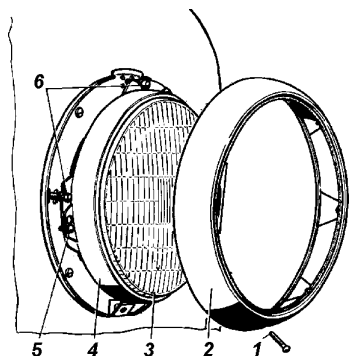
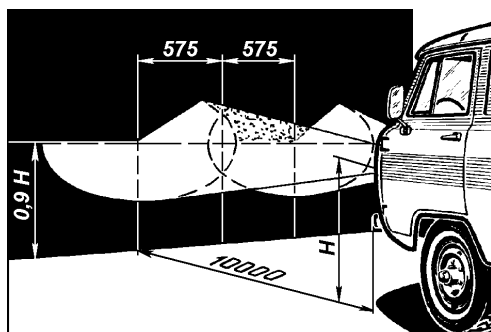

Рис. 9.39. Фара:
Рис. 9.40. Разметка экрана для регулировки фар:
Для замены лампы в фаре необходимо отвернуть винт 1 (рис. 9.39) и снять декоративный ободок 2. Ослабить три винта 5 и снять внутренний ободок 4 с оптическим элементом 3.
3. Включите ближний свет и, закрыв одну из фар, отрегулируйте другую винтами 6 (см. рис. 9.39) так, чтобы световое пятно на стене или экране было расположено, как показано на рис. 9.40. Регулирующие винты фар расположены симметрично центра фар в горизонтальной плоскости.